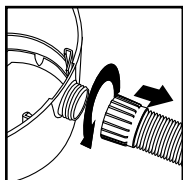

FIGURA 28
40. Desatornille la tuerca de seguridad de la manguera y retire la manguera de la entrada. **FIGURA 28.**